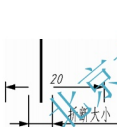

图 6-9 折断标注中的间隙
④【折断标注】：用于设置折断标注的间隙宽度，如图 6-9 所示。